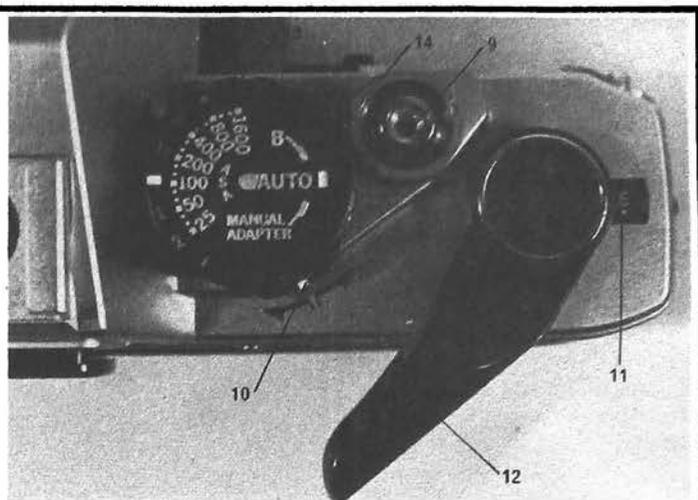

Fig. 7
● ON : La cellule CdS est alors sous tension, et on lit le temps de pose probable sur les diodes électroluminescentes du viseur. Par souci d'économie des piles, le constructeur a d'ailleurs prévu un circuit de temporisation de l'affichage : les diodes s'éteignent au bout de 90 s environ. Pour les allumer à nouveau, il suffit d'appuyer très légèrement sur la couronne entourant le déclencheur (référence 10 dans la figure 7), qui rétablit la mise sous tension pour un nouveau délai de 90 s.
L'autre moitié de la partie supérieure du boîtier est illustrée par la photographie de la figure 7. On y trouve :
(9) Le poussoir de déclenchement.
(10) L'interrupteur remettant en service l'affichage lumineux dans le viseur (voir plus haut). Une très légère pression avec le gras de l'index, suffit pour établir le contact, sans lever le doigt du déclencheur.
(11) La fenêtre du compteur de vues.
(12) Le levier d'armement. Les 30 premiers degrés de la course sont sans action, et permettent de dégager le levier du boîtier, pour en assurer une prise facile.
(13) La couronne d'affichage des sensibilités. Cette même couronne sert à afficher les compensations (± 2 diaphragmes). En fait, cette compensation s'effectue tout simplement en affichant une autre sensibilité de film : par exemple, si on utilise un film de 100 ASA (cas de la figure 7), une compensation de + 1 diaphragme, qui amène l'indication + 1 face à la division 100 ASA du plateau central, revient à mettre le trait blanc face à 50 ASA. Il y a là une dangereuse cause d'erreurs, surtout que l'OM 10 ne comporte aucun emplacement pour placer un couvercle de boîte de film.
(14) Commutateur de sélection du mode de fonctionnement. Trois positions sont utilisables :
nement normal de l'OM 10, prévu comme appareil à automatisme intégral. Ce cas est celui de la figure 7.